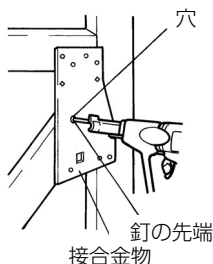

図 13
(4) 接合金物への釘止め作業
- 釘の先端が必ず接合金物の穴に入ったことを確認してから打ち込んでください。（図13）